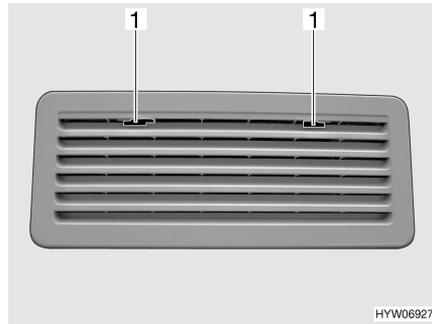
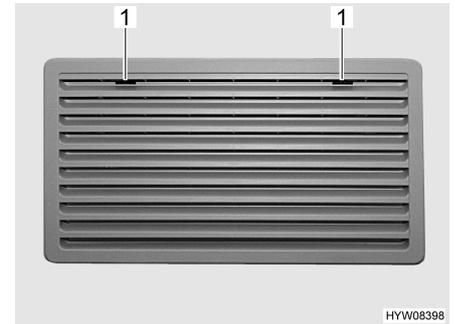

Fig. 73 Grille d'aération du réfrigérateur (Thetford)
Fig. 74 Grille d'aération du réfrigérateur, grande (Thetford)
- Pousser le dispositif de blocage (Fig. 73,1 ou Fig. 74,1) vers le milieu.